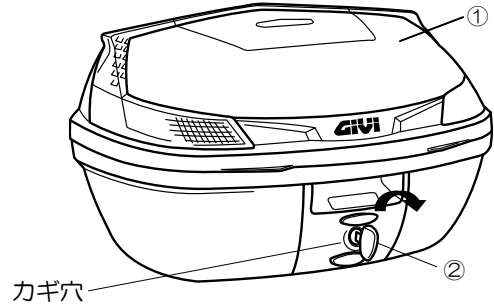

図 1
2. ① ケース を 開 く
2-1. ① ケース の カギ 穴 に ② キー を 差 し 込 み ます。(図 1 参 照)